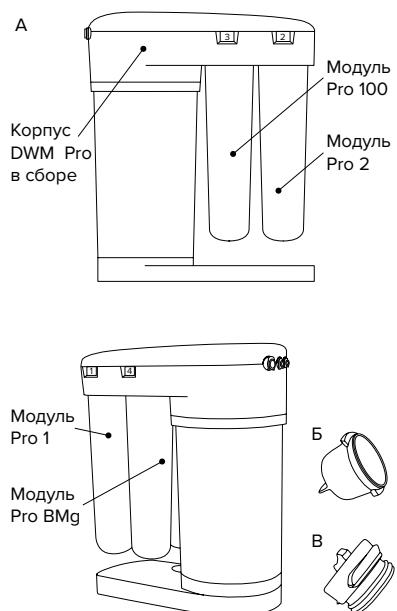

Рис. 1
1. Корпус DWM Pro (рис. 1) состоит из верхней плиты с коллекторами для подсоединения сменных фильтрующих модулей, блока гидроавтоматики, основания, обеспечивающего устойчивость DWM Pro. Верхняя плита закрыта декоративной крышкой, закрепленной пластиковыми фиксаторами. Важной деталью корпуса DWM Pro является накопительный бак для чистой воды. Так как производительность обратноосмотической мембранны невелика (зависит от типа мембранны, температуры воды, давления в водопроводе), вода после мембранны поступает в накопительный бак для того чтобы Вы могли пользоваться чистой водой в любой момент и в необходимых количествах.
- Извлеките заглушку для фильтрующего модуля (см. рис.1Б на с. 5) и заглушку для мембранныго модуля (см. рис.1В на с. 5), которые находятся под крышкой водоочистителя.